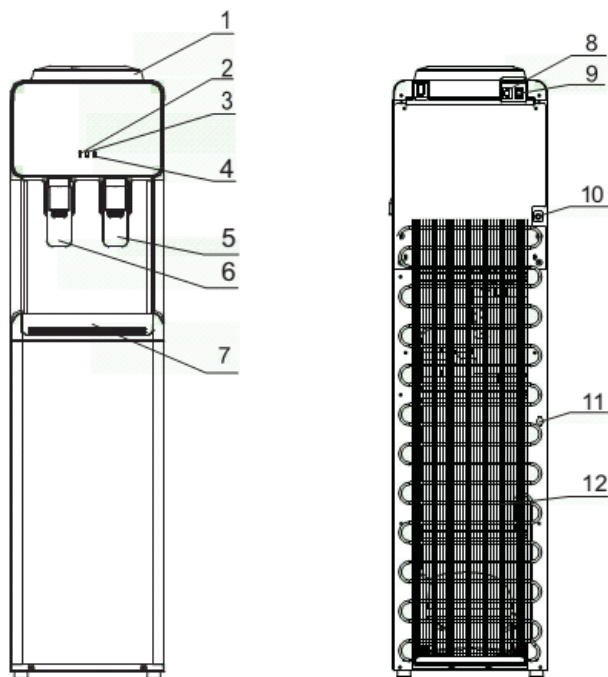

Рис.1. Схема аппарата V840 (S)
3. Возьмите емкость для воды и слейте с краника холодной воды воду. Убедитесь, что горячая вода в аппарате остыла и только после этого слейте горячую воду с краника горячей воды. Остатки воды в системе необходимо слить, открыв пробку из отверстия для слива воды, расположенного на задней стенке аппарата (рис.1 - 11). Вставьте пробку обратно в отверстие для слива воды.
8. Через 5-6 часов слейте раствор из системы: слейте воду из краников холодной и горячей воды, остатки раствора слейте через отверстие для слива воды (рис.1 - 11). Вставьте пробку обратно в отверстие для слива воды.
9. Промойте аппарат чистой водой (необходимо залить в систему около 4 литров чистой воды и слить через краники горячей и холодной воды, отверстие для слива воды (рис.1 - 11). При необходимости повторите процедуру. Вставьте пробку обратно в отверстие для слива воды.
5. Остатки воды в системе необходимо слить, открыв пробку из отверстия для слива горячей воды (рис.1 - 11).